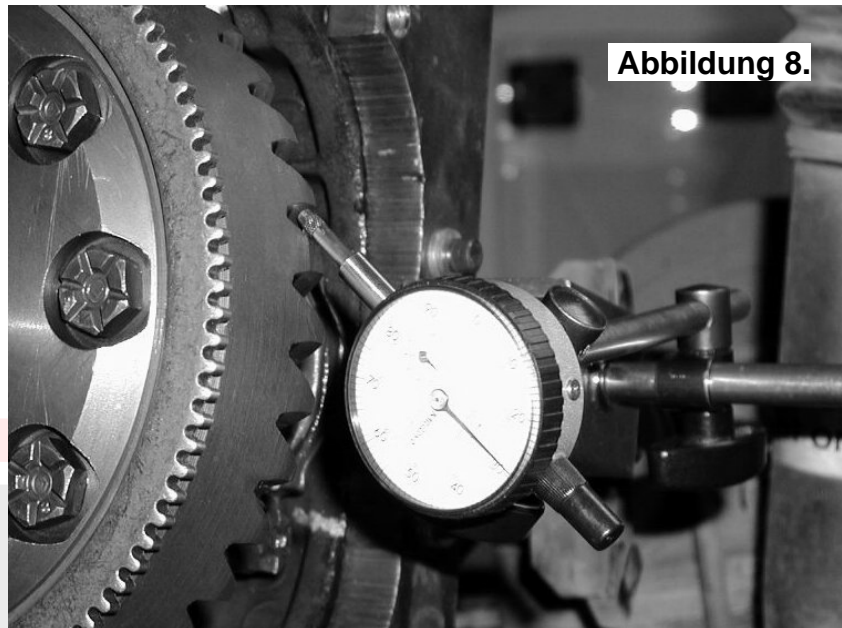

Abbildung 8.
- Platzieren Sie den Fühler der Messuhr an einem der Tellerradzähne (siehe Abb. 8.).